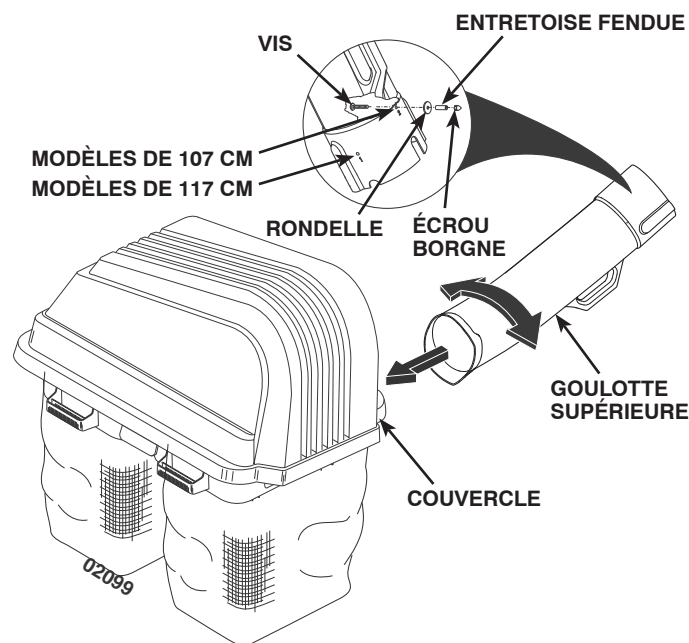

FIG. 5A
5 GLISSIÈRE SUPÉRIEURE (Voir Figs. 5A & 5B)
2. Assemblez et installez le matériel de broche de verrouillage à la position « 1 » pour les modèles de 107 cm ou à la position « 2 » pour les modèles de 117 cm, comme illustré à la Fig. 5A.